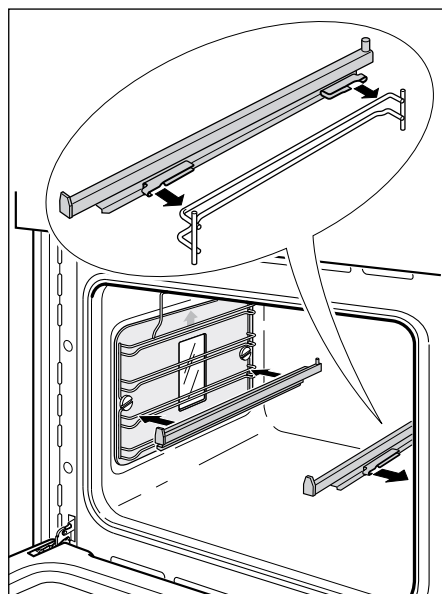

Figura 39 Rimontaggio dei supporti di scorrimento dei ripiani
- 2 Inserire il supporto scorrevole per griglia sul filo superiore della griglia e premere (figura 39). Si sentirà un clic con il blocco di sicurezza che si aggancia al filo.
- Le guide di scorrimento in modo che scorrano verso la porta del forno, come indicato dalla figura 39